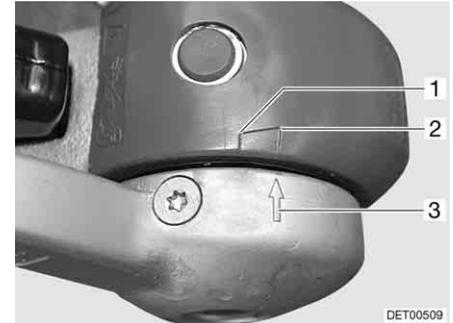

Bild 192 Reibbeläge
- Wenn der Pfeil an der Druckscheibe (Bild 192,3) vor oder an der Markierungsfläche (Bild 192,2) steht, sind die Reibbeläge noch im Neuzustand.
- Wenn der Pfeil an der Druckscheibe innerhalb der Markierungsfläche (Bild 192,1 bis 2) steht, sind die Reibbeläge leicht abgenutzt.
- Wenn der Pfeil an der Druckscheibe am Ende der Markierungsfläche (Bild 192,1) steht oder sie überschreitet, sind die Reibbeläge abgenutzt.